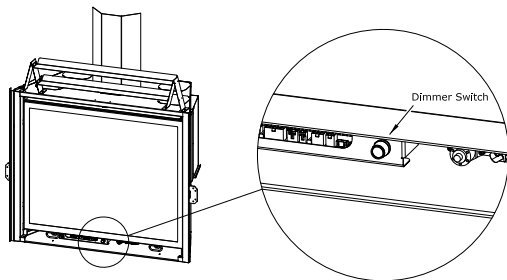

Figure 11.15, Gradateur de lit de braise
1. L'intensité du kit d'éclairage du lit de braises peut être ajustée à l'aide du bouton modulateur du kit d'éclairage du lit de braises situé sous le foyer (FIGURE 11.15). Ajuster,